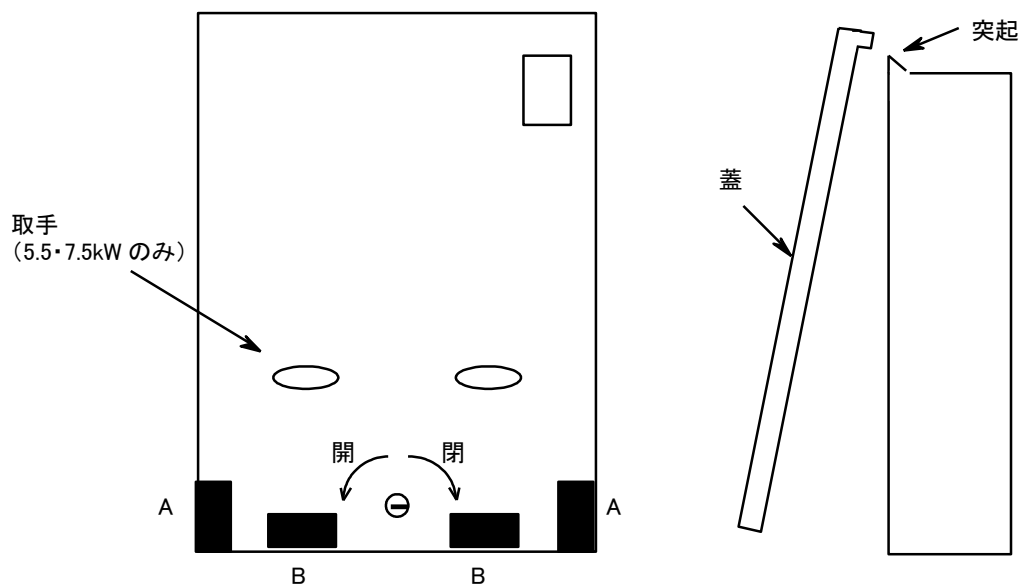

図 6
- (1) キャビネット下部の鍵穴にキーを差し込み、左廻り（反時計方向）に廻して解錠し、蓋両端の A 部または取手に手を掛けて手前に引いて、正面のキャビネット蓋を取外してください(図 6)。扉を装着する場合は、扉上部をキャビネット本体上部の突起に引掛けた後、B 部を押します。次にキーを矢印の方向（時計廻り）へ廻してください。